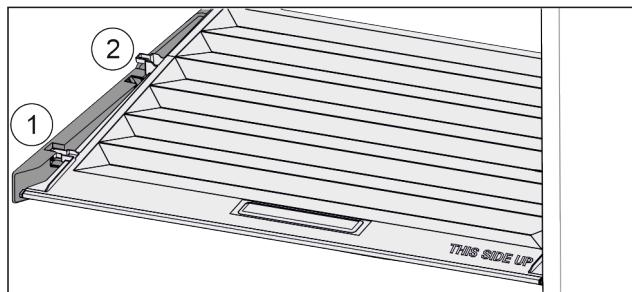

Fig. 89
- Trageți capacul în față Fig. 89 (1) până la orificiul din piesele suportului.
- Ridicați în spate de jos și scoateți Fig. 89 (2) în sus.